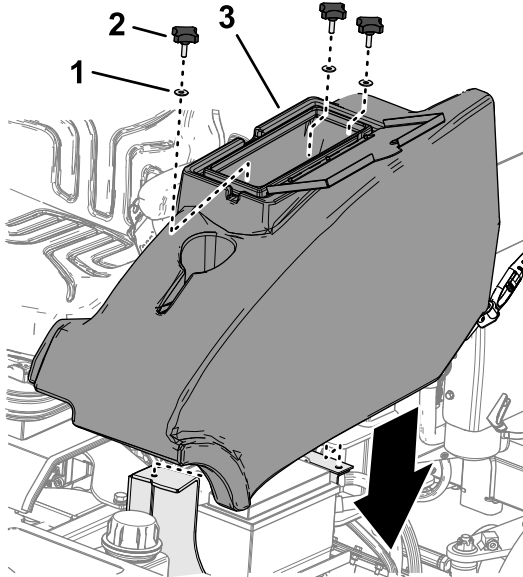

Figura 46
2. Monte o compartimento de armazenamento na máquina com os três manípulos e três anilhas (Figura 46).